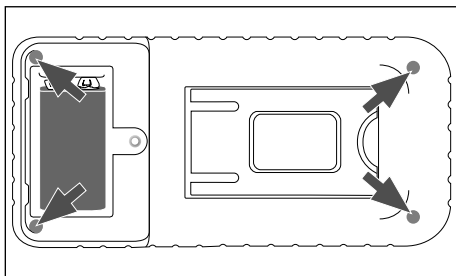

Fig. 5
- ◆ À l'aide du tournevis  fourni, desserrez la vis supérieure située à l'arrière de l'appareil et retirez le cache du compartiment à pile en le glissant vers le haut (voir chapitre **Insérer/remplacer la pile**). Dévissez les quatre vis au dos de l'appareil et retirez la paroi arrière (voir fig. 5).